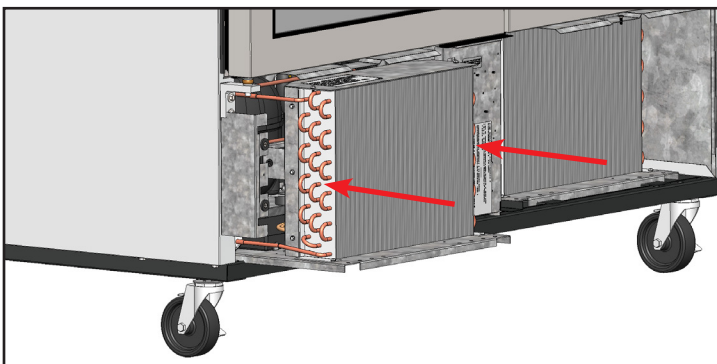

Abb. 8. Schieben Sie die Kondensationseinheit vorsichtig zurück in ihre Position und bringen Sie die Schrauben wieder an.
9. Bringen Sie die Rohrschlangenhalterungen wieder an. Schieben Sie dann die Kompressoreinheit vorsichtig zurück in ihre Position und bringen Sie die Schrauben wieder an. Siehe Abb. 8.